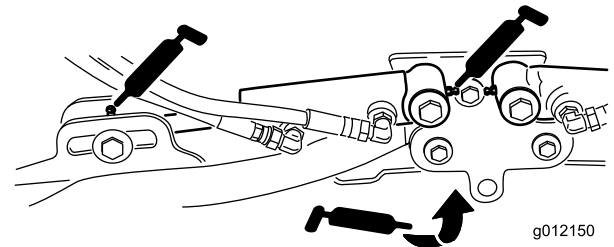

图43
- 滚刀组提升臂油缸 (每个滚刀组 2 个) (图43)
- 提升臂枢轴（每个滚刀组 1 个）（图43）